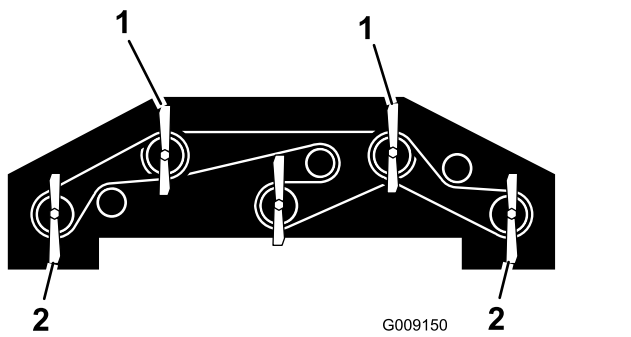

Рисунок 139
- Поверните каждый нож так, чтобы он был направлен прямо вперед (Рисунок 139).